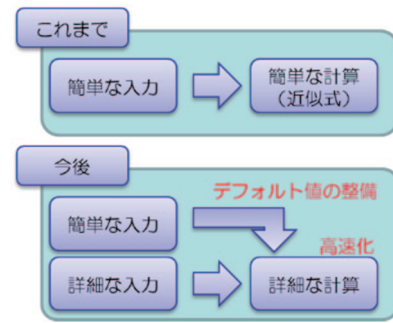

図4 本検討課題実施前と実施後における入力情報と暖冷房負荷計算の関係
本課題の狙いは、①建築物省エネ法に詳細に計算を解く負荷計算を導入すること、②これまでの簡易的な入力方法は維持したまま、より自由な設計も評価できるような入力方法を整備すること、③計算スピードは増やさない（概ね1秒以内に結果がでる）こと、である（図4）。